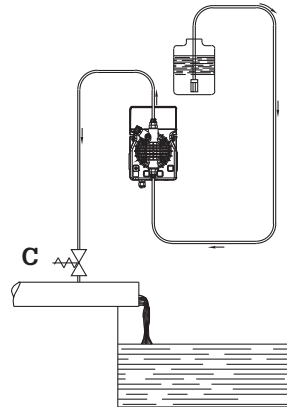

Fig. 6
- c. - Coloque la bomba como se muestra en la figura 5, teniendo presente que se puede fijar tanto debajo como por encima del nivel del líquido a dosificar, a una distancia máxima de 2 metros. El dispositivo de inyección se debe colocar siempre más arriba que el líquido a inyectar. Cuando la bomba trabaja a presión atmosférica (aditamento con descarga libre) y el depósito del aditivo está colocado más arriba del dispositivo de inyección (Fig. 6), controle periódicamente el funcionamiento de la válvula de inyección, ya que un uso excesivo podría hacer que cayera aditivo y entrara en la bomba (aunque el aparato esté apagado). Si esto sucediera, inserte una **válvula de contrapresión C** debidamente tarada entre la bomba dosificadora y el dispositivo de inyección (Fig. 6). Para los líquidos que generan vapores agresivos, no instale la bomba encima del depósito a menos que éste cerrado herméticamente.